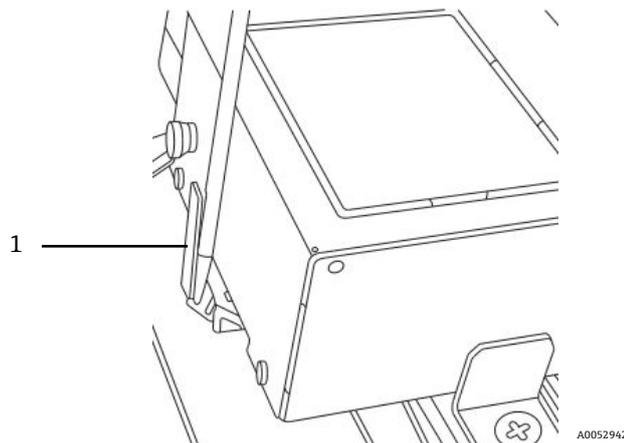

Abbildung 77. Schraubendreher in die Clipverlängerung (1) einführen
4. Einen Schlitzschraubendreher in die Clipverlängerung auf der Oberseite des elektrooptischen Moduls einführen, wie in Abbildung 77 dargestellt.